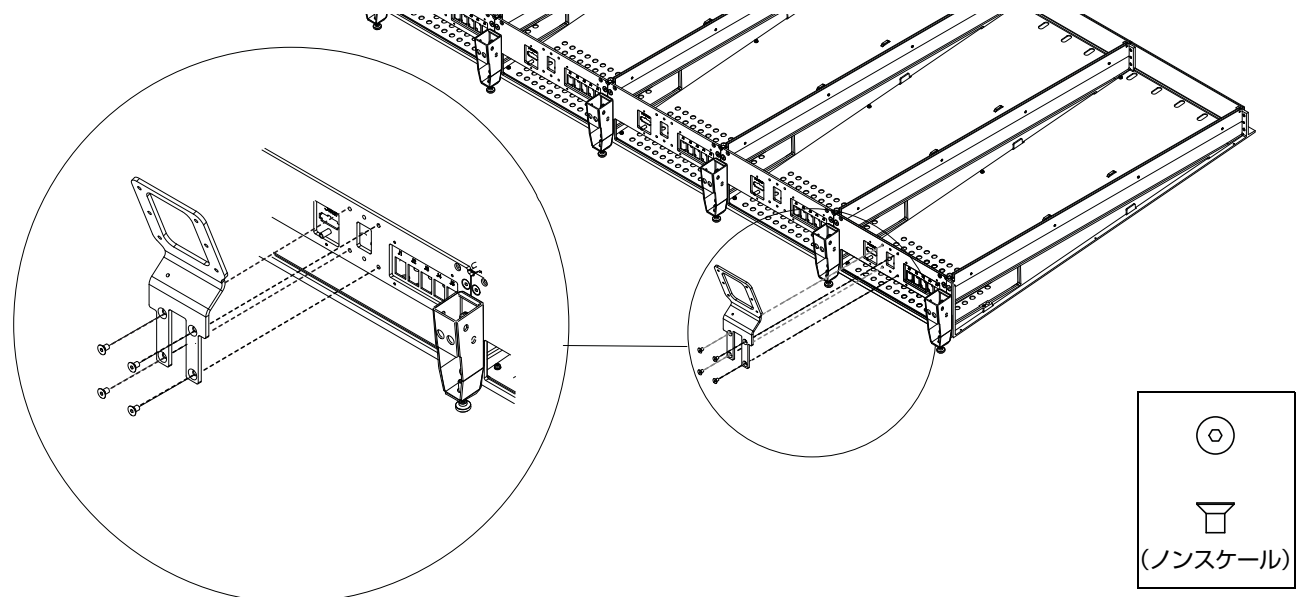

図 26. ディスプレイ・モジュール取り付け用ブラケットを取り付ける
- 2 フラットヘッドの六角留め具を4つ使って、最初のディスプレイ・モジュール取り付け用ブラケットを、各チャンネル・シャーシの背面タイ・プレートの中央にある4つの穴に取り付けます。ブラケットの方向が正しいことを確認してください（図26を参照）。ディスプレイ・モジュール取り付け用ブラケットを、マスター・セクション・モジュールを設置する予定のシャーシに取り付けしないでください。